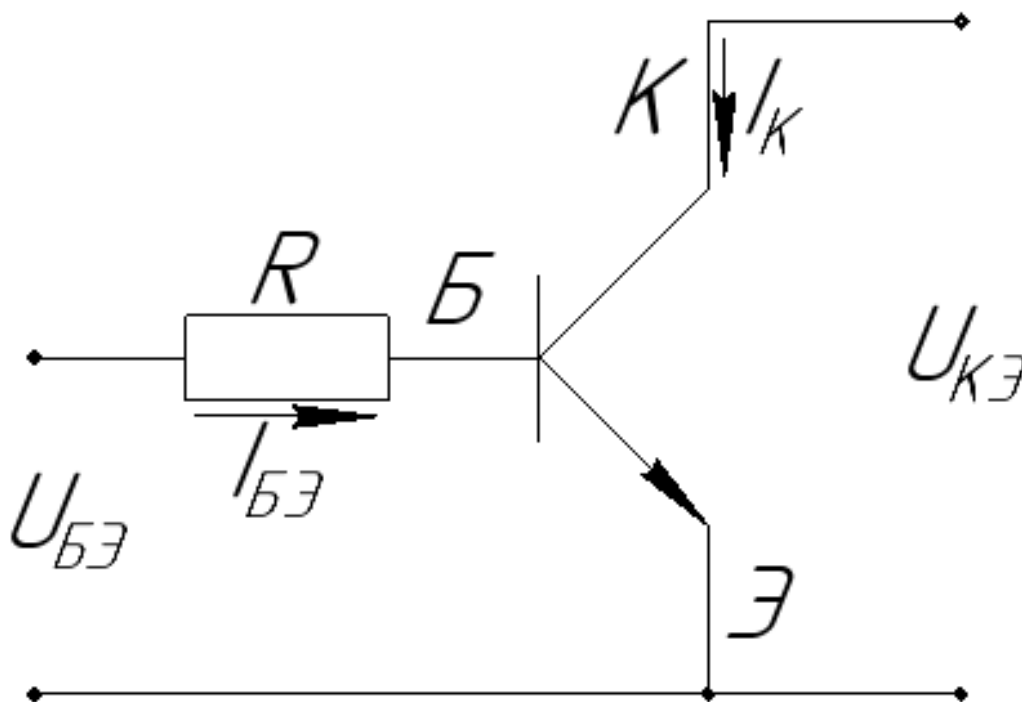

Рисунок 6.3.2 – Схема подключения резистора
- 1.2) Ограничить ток базы (таблица 6.3.3) с помощью резистора (резисторы нужных номиналов подобрать самостоятельно), напряжение $U_{БЭ}$ принять равным 5 В (рисунок 6.3.2). Занести используемые резисторы в таблицу 6.3.3.